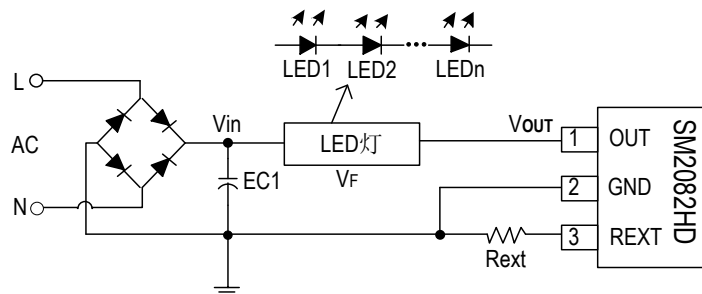

图 3. SM2082HD 无频闪应用电路原理图
- 1) 图 3 电路中， $V_{in}$ ：线网电压， $V_F$ ：灯珠电压， $V_{out}$ ：芯片 OUT 端口电压，为保证系统无频闪，需满足：